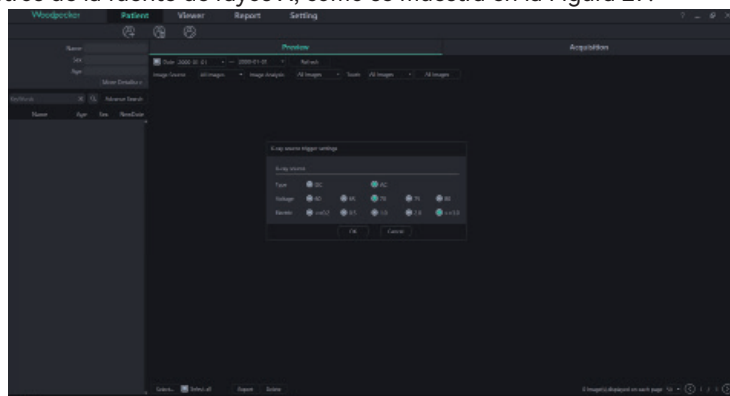

Figura 27
c) Cuando se utilice el software por primera vez, se pedirá al usuario que configure los parámetros pertinentes de la fuente de rayos X de la clínica. Las fuentes de rayos X se dividen en frecuencia de potencia, frecuencia media y frecuencia alta. Seleccione AC (Alternating Current mode) para la frecuencia de potencia y DC (Direct Current mode) para la frecuencia media y alta. Triggerthreshold es el umbral de activación de la dosis de rayos X. La tensión y la corriente se ajustan según los parámetros de la fuente de rayos X, como se muestra en la Figura 27: